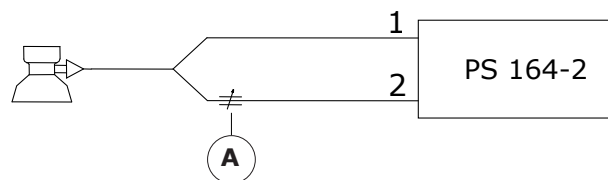

Abb. 4.4 - Anschlussplan für ein einziges Gas
- eines im Kreislauf eingebauten Ventils, wenn das verwendete Gas das gleiche wie das Schweißgas ist (Abb.4.4). Dieses Ventil (Abb.4.4 - Pos A) ist manuell einzustellen.